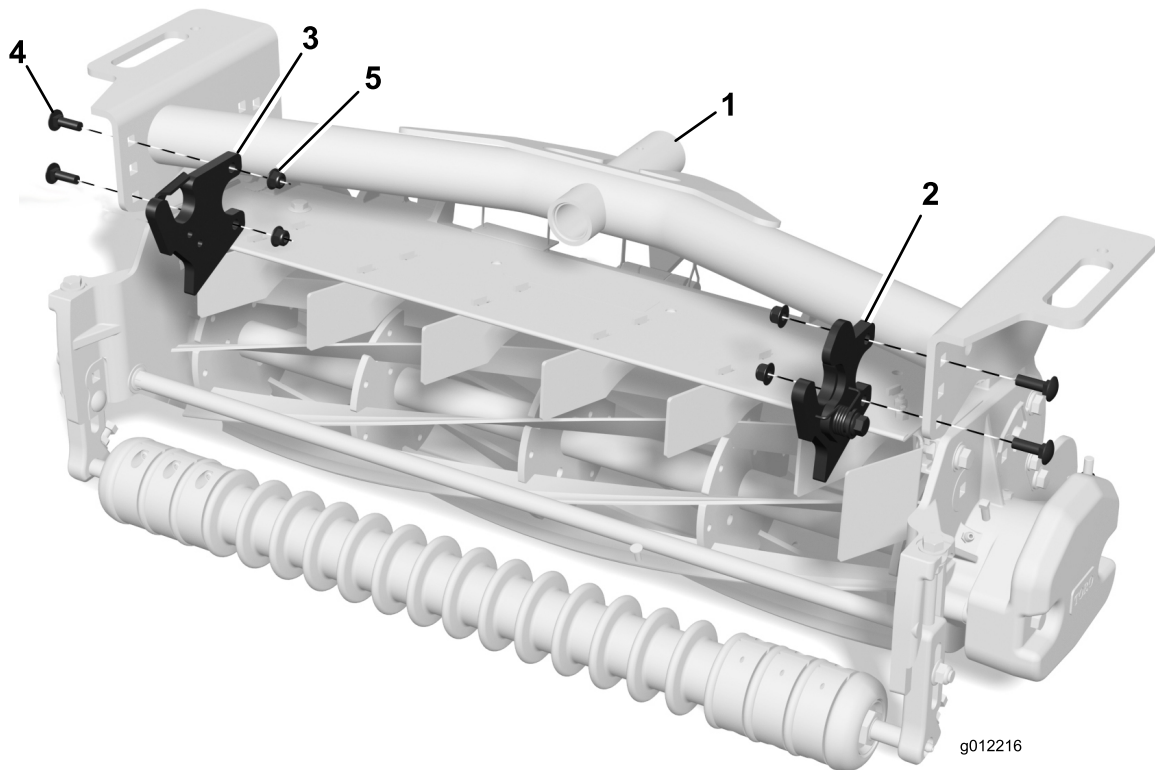

Figura 4
- Monte un conjunto de guía en el interior del extremo derecho de cada bastidor de tiro con 2 pernos de cuello cuadrado (5/16" x 1") y tuercas con arandela prensada (5/16") según se muestra en Figura 4.
4. Monte un conjunto de soporte en el interior del extremo izquierdo de cada bastidor de tiro con 2 pernos de cuello cuadrado (5/16" x 1") y tuercas con arandela prensada (5/16") según se muestra en Figura 4.